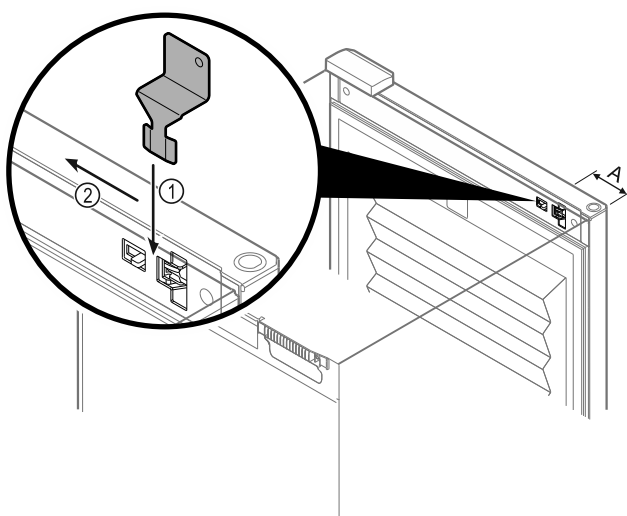

Fig. 90
- Colocar la llave de desbloqueo de emergencia en el lugar previsto Fig. 90 (A) ≈ 100 mm.
- Introducir desde arriba hasta el tope la llave de desbloqueo de emergencia entre la puerta y el cuerpo del electrodoméstico Fig. 90 (1).
- Tirar de la llave de desbloqueo de emergencia en dirección al lado de las bisagras Fig. 90 (2).